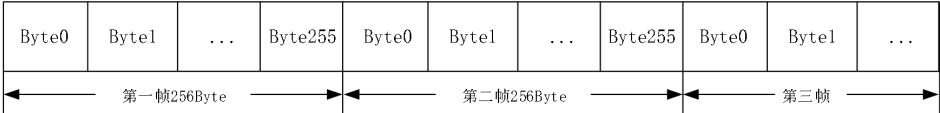

图 5.22 字节分帧示意图
- 字节分帧：该配置用于限制单帧数据包的最大长度，当串口收到“字节分帧”设定数量的字节时会已将收到的数据作为一个数据包转发出去。如图 5.22 所示，当“字节分帧”设置为 256 时，则串口每接收 256Byte 时就会自动分帧。